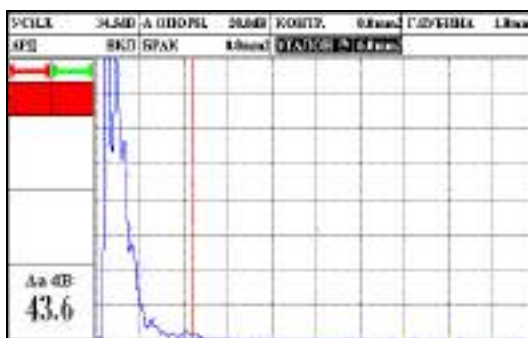

Рисунок 2.50 – Установка эквивалентной площади отражателя
2. Указать площадь эквивалентного отражателя в параметре «ЭТАЛОН» (в мм2), см. рис. 2.50.